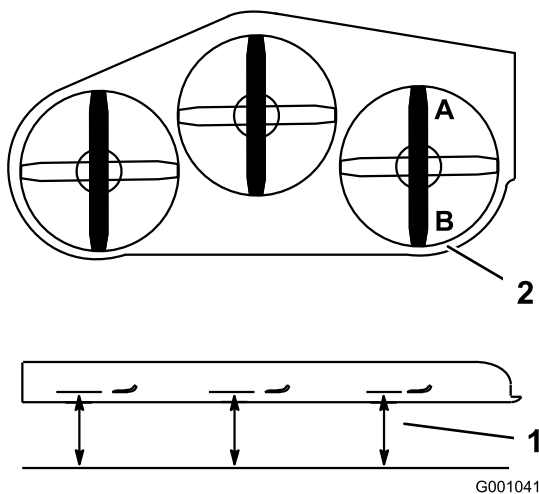

Figura 105
1. Disponete la lama **destra** in posizione longitudinale rispetto alla macchina (Figura 105).
2. Misurate ai punti A e B da una superficie piana fino al tagliente della punta della lama (Figura 105).
4. Misurate la lama destra al punto B da una superficie piana fino al tagliente della punta della lama (Figura 105).
6. La lama del tosaerba deve essere da 6 a 10 mm più bassa al punto A rispetto al punto B (Figura 105). In caso contrario eseguite la seguente operazione.